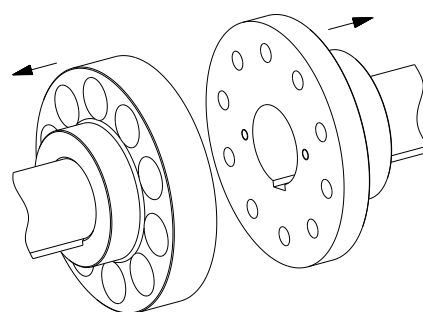

Fig. 10
- Monter les moyeux sur les arbres des côtés entraînement et sortie de manière à ce que les surfaces planes des moyeux d'accouplement affleurent les surfaces frontales des arbres (voir fig. 10).